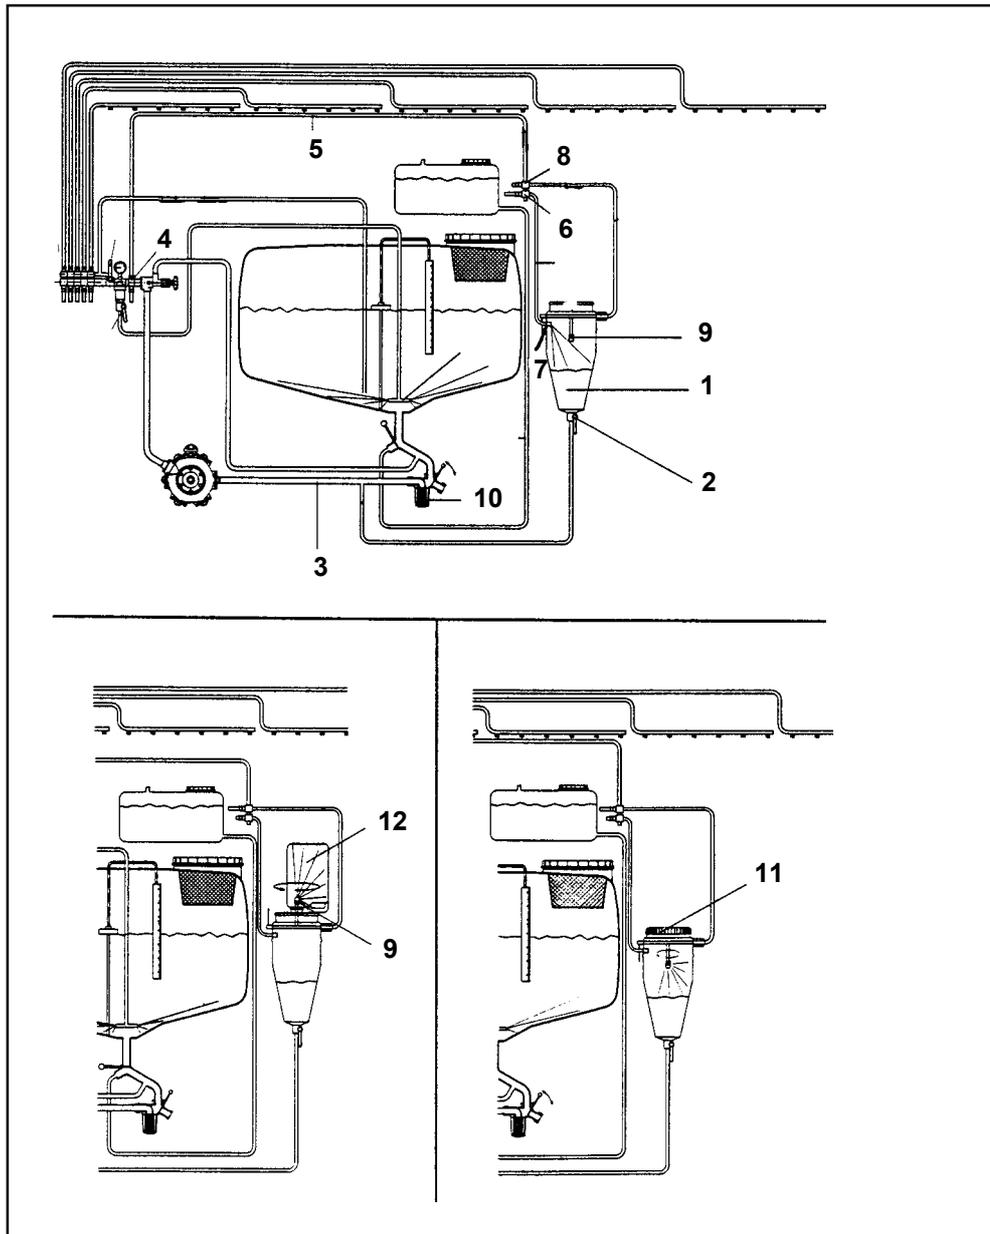

Fig. 12.9
- Öffnen der Einfachhähne (Fig. 12.9/ 2 und 12.9/ 4) am Meßbehälterboden und an der Bedienungsarmatur.
- Öffnen des Einfachhahns (Fig. 12.9/ 6) für die Spüldüse (Fig. 12.9/ 7).
- Schließen des Einfachhahns (Fig. 12.9/ 6).
- Leersaugen des Meßbehälters. Noch einmal spülen des Meßbehälters mit der Kanisterspüldüse (Fig. 12.9/ 9).
**Beschleunigen läßt sich das Leersaugen des Meßbehälters, wenn der Bedienungshebel am Filterhahn (Fig. 12.9/ 10) auf Position "Füllen" steht.**
**Beim Spülen des Meßbehälters Meßbehälteröffnung mit Deckel (Fig. 12.9/ 11) verschließen.**
- Schließen der Einfachhähne (Fig. 12.9/ 2 und 12.9/ 4) nach dem Leersaugen.